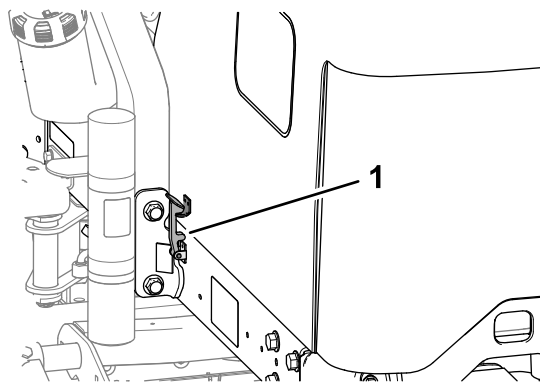

Рисунок 58
2. Поднимите капот вверх и откиньте назад (Рисунок 58).